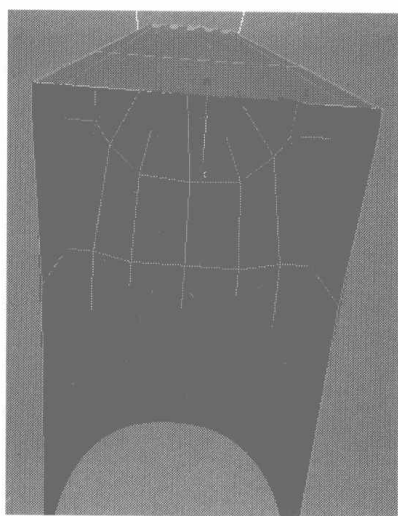
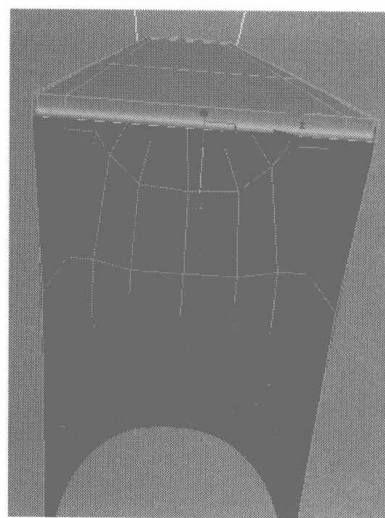
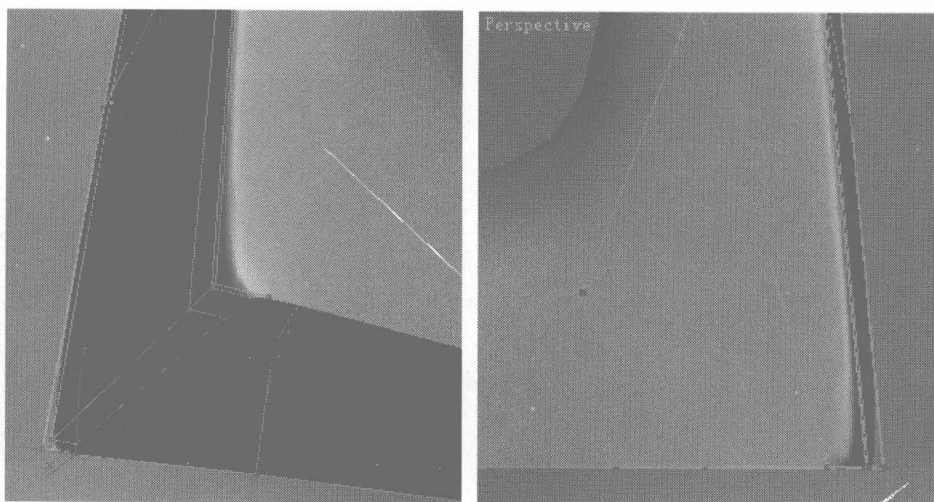

图 5.290
图 5.291
图 5.292
- 07** 选择如图 5.290 所示的曲线, 按住 Shift 键向外拖动, 复制出如图 5.291 所示的边沿。单击 **Target Weld** 按钮, 焊接节点, 结果如图 5.292 所示。